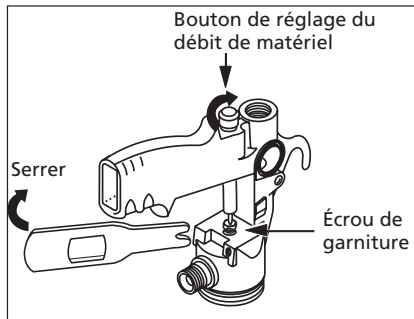

Figure 6 - Ajustement de l'écrou de garniture
De temps à temps, il est nécessaire d'ajuster l'écrou de garniture situé en avant du montage de la détente. Additionnellement, l'écrou de garniture nécessite un ajustement si le montage d'aiguille/buse est changé (Fig. 6).
- Serrer l'écrou de garniture avec la clé en tournant l'écrou dans la direction des aiguilles d'une montre jusqu'à ce que l'aiguille ne retourne pas à la position fermée quand la détente est dégagée. Ne pas trop serrer l'écrou de garniture. Afin de bien régler le garnissage, ne serrer pas l'écrou plus que nécessaire pour empêcher que l'aiguille se retourne (Voir Fig. 6).